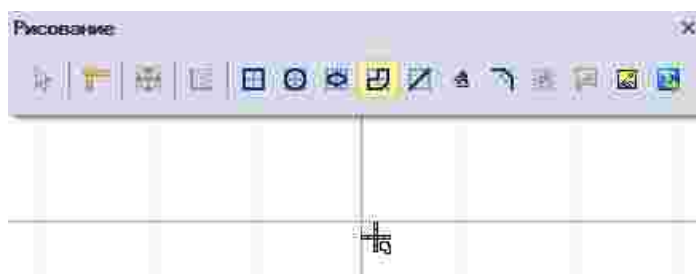

Рис. 375 Вид курсор при использовании инструмента «Разместить многоугольник»
1. Вызовите инструмент «Разместить многоугольник», нажав кнопку , который доступен на панели инструментов «Рисование» или в контекстном меню, Рис. 375.